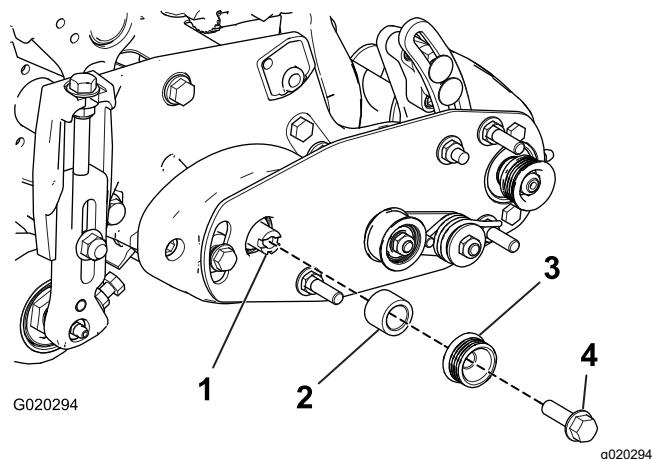

図 12
1. ベアリングハウジングのシャフトにスペーサを取り付ける図 12。
2. スペーサに駆動プーリを取り付けて駆動シャフトにはめる図 12。
3. フランジヘッドボルト $\frac{3}{8} \times 1\frac{1}{4}$ " を使って、プーリとスペーサを駆動シャフトに固定する図 12を参照。